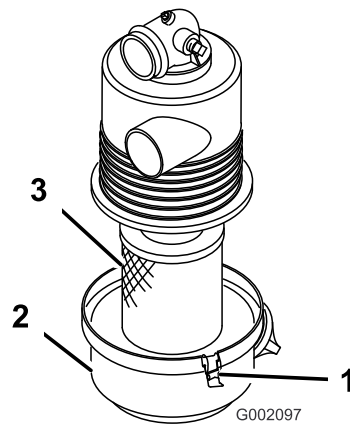

図 24
3. エア・クリーナのカバーをボディーに固定しているラッチを外す。ボディーからカバーを外す。カバーの内部をきれいに清掃する（図 24）。
4. 汚れを落とさないように注意しながら、ボディー内部から古いエレメントを静かに引き出す（図 24）。ボディーにフィルタをぶつけないように注意してください。